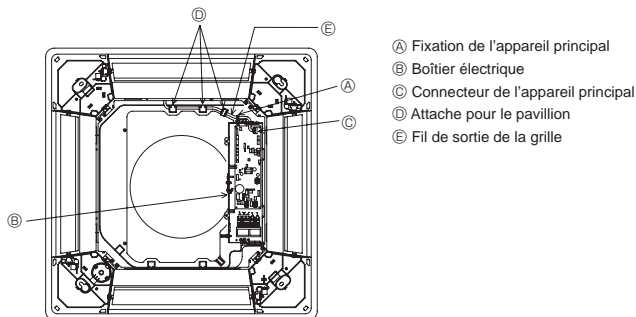

Fig. 5-8
- Lorsque vous serrez la vis avec la rondelle captive ②, serrez-la à un couple de 4,8 N·m (3,5 ft·lbs) ou moins. N'utilisez jamais un tournevis à frapper.
5.4.4. Câblage (Fig. 5-8)